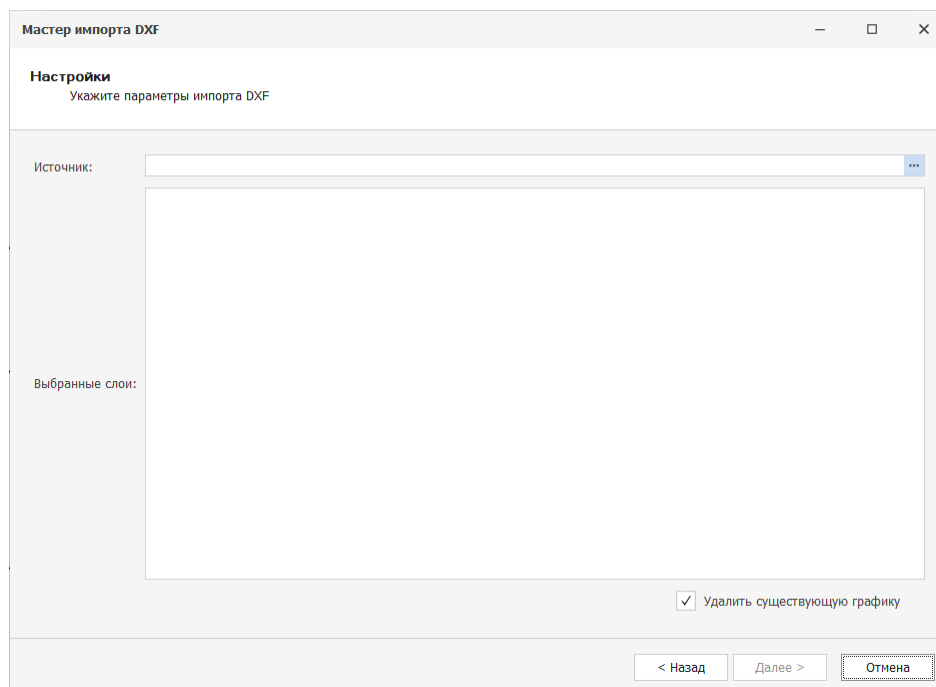

Рис. 50 Выбор файла для импорта .dxf
3. Выберите файл для импорта с помощью кнопки  в поле «Источник», см. Рис. 50.